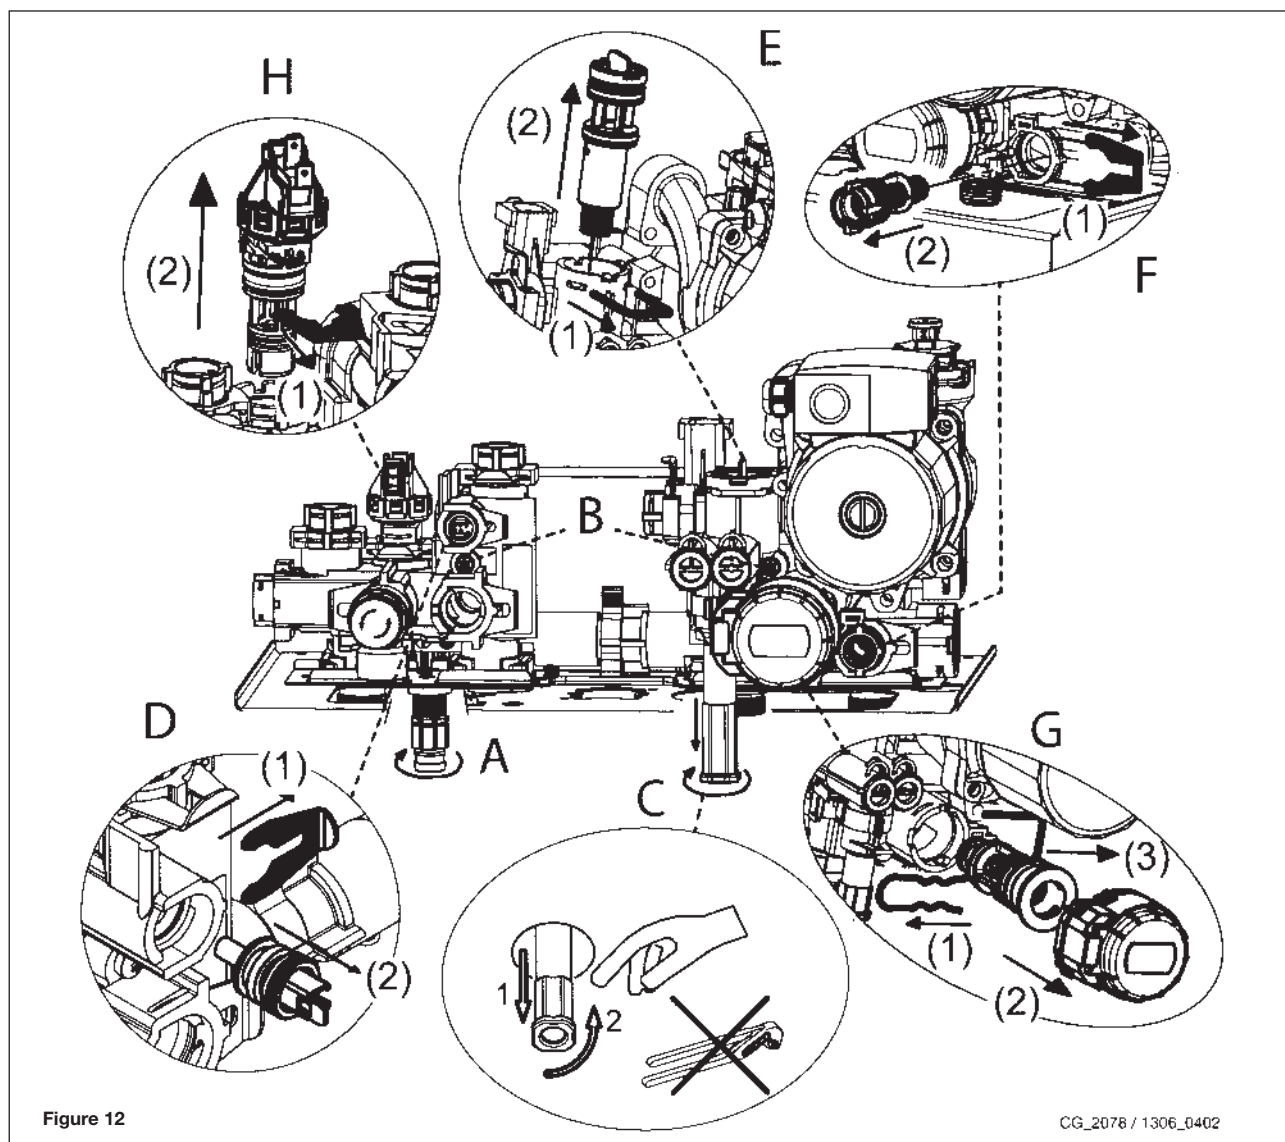

Figure 12
- vidanger l'eau du circuit de chauffage, en ouvrant le robinet A de la figure 12;
- pour extraire la cartouche du filtre de chauffage, il faut tout d'abord enlever le moteur de la valve 3 voies (1-2G - figure 12);
- enlever le clip 1E de la figure 12;
- enlever le filtre (2E fig 12);